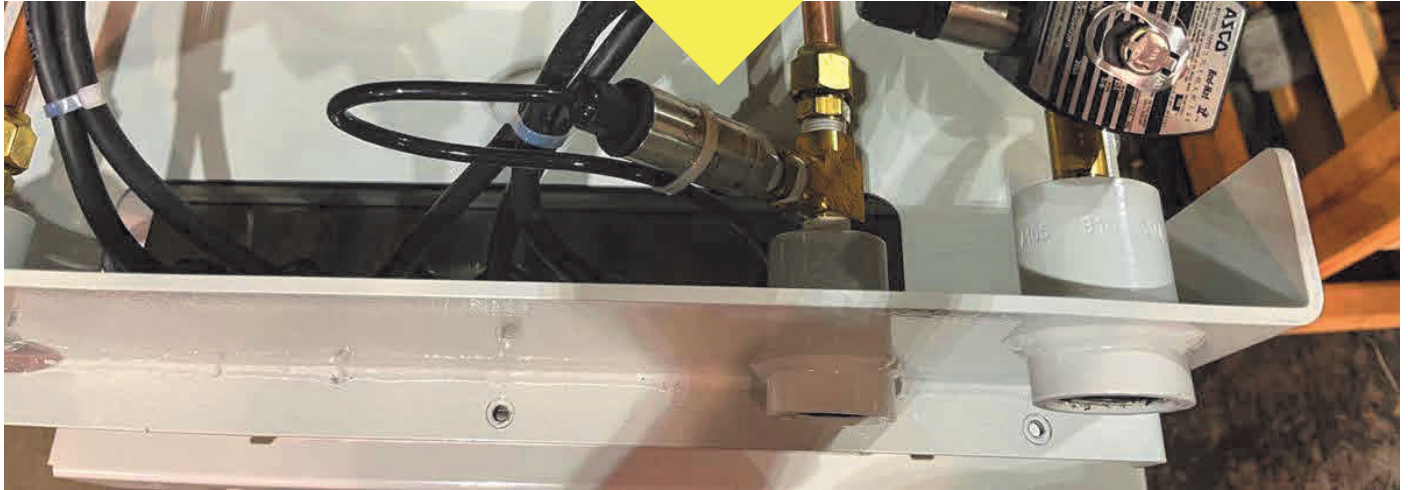

Figura 9-7: Sensor de presión instalado en la GREEN MACHINE
- **Vea la Figura 9-7.**
- **Vea la Figura 9-7**